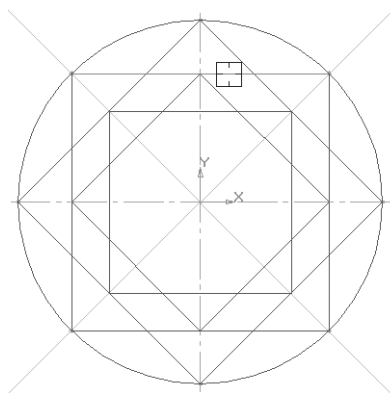

Рис. 78
- укажите редактируемый участок (мишень мыши находится между соответствующими точками на линии, которую необходимо удалить) – рис. 78;